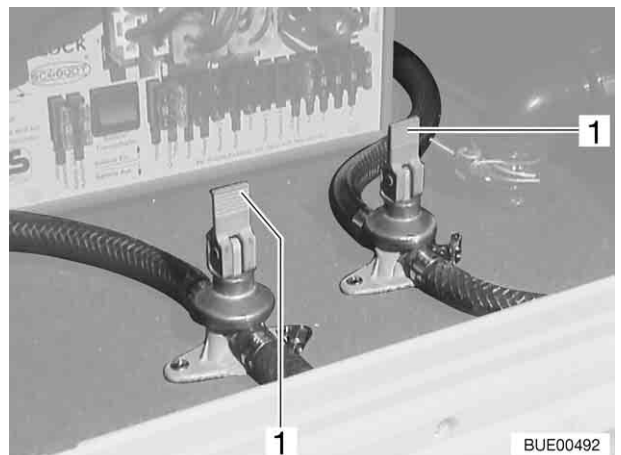

Fig. 128 Robinets de vidange
- Fermer les robinets de vidange. Placer le levier à bascule (Fig. 128,1) en position horizontale.
- Ouvrir les robinets de vidange (Fig. 128). Pour cela, placer le levier à bascule (Fig. 128,1) en position verticale. Le chauffe-eau est vidé à l'extérieur par le biais du robinet de vidange.